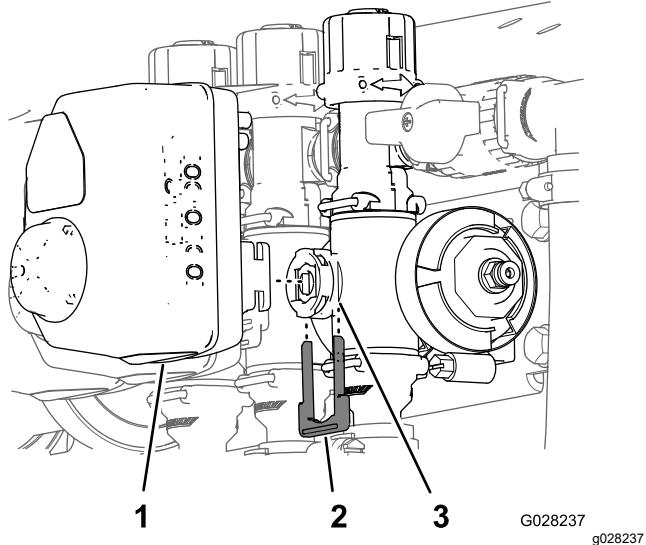

图 13
1. 取下将致动器固定至喷洒臂段阀或搅拌阀歧管阀的卡环 图 13。
8. 使用之前拆下的卡环将在图 13 中卸下的提升器安装到歧管阀上。